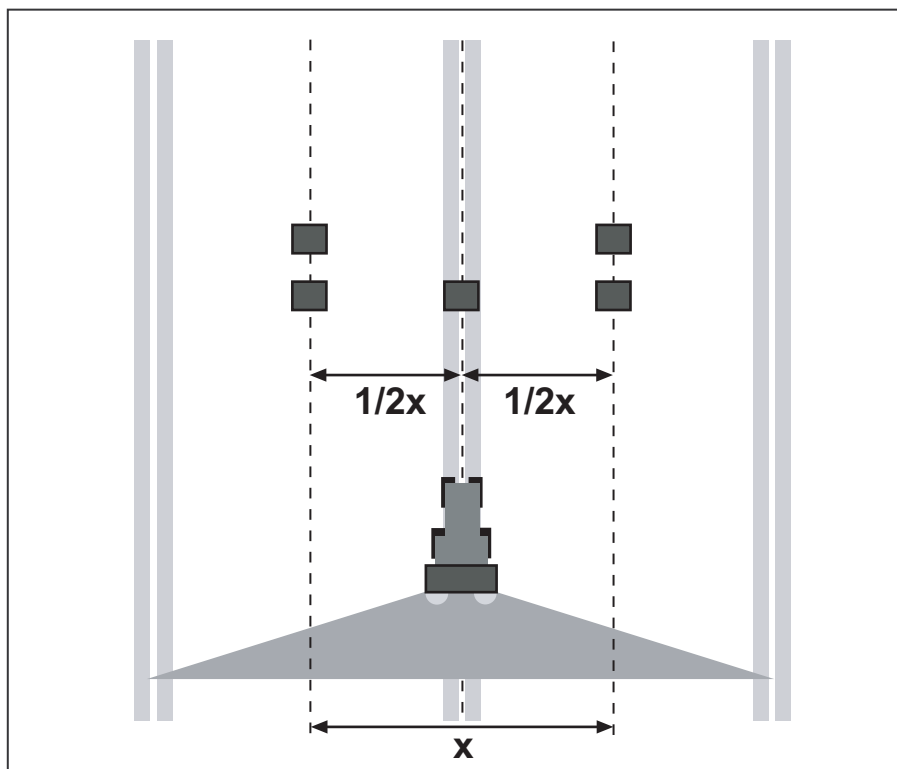

Рисунок 7.27: Установка для одного прохода
- Установите по два поддона на расстоянии 1 м один за другим в зонах перекрытия (между технологическими колеями) и один поддон внутри технологической колеи (согласно Рис. 7.27).